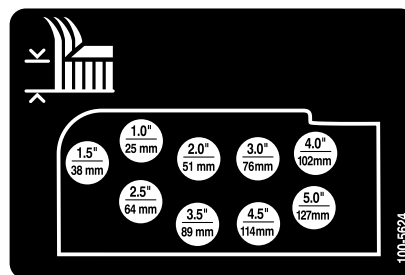

Figura 22
9. Monte as correntes da altura de corte no orifício da altura de corte desejada com o contrapino e pino de segurança (Figura 22).